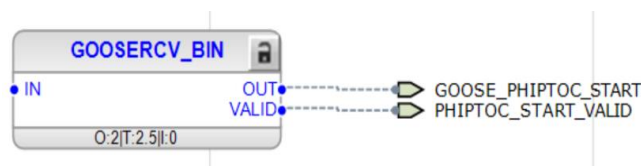

Imagen 342_Conexión de variables en los puestos de salida del bloque GOOSERCV_BIN.
5.1.25 Haremos lo mismo para la salida “VALID”, cambiamos el nombre de la variable a “PHIPTOC_START_VALID” teniendo así el siguiente bloque como en la **Imagen 342**.